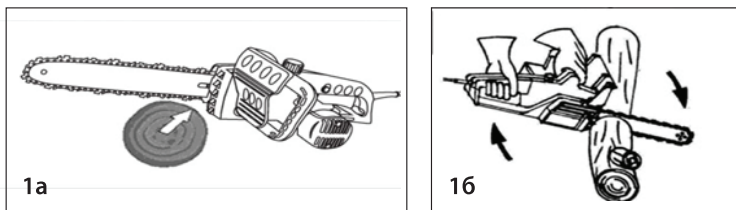

Рис. 1
- Всегда упирайте опорные зубцы пилы до начала пиления (Рис. 1а). Используйте опорные зубцы пилы как центр вращения. Сделав пропил, переместите опорные зубцы ниже. Продолжите пиление (Рис. 1б).